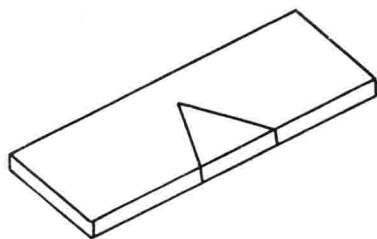

图 1.3
11. 一块平直钢板如图 1.3 所示，在图中画出加热过程中和冷却后的变形情况。